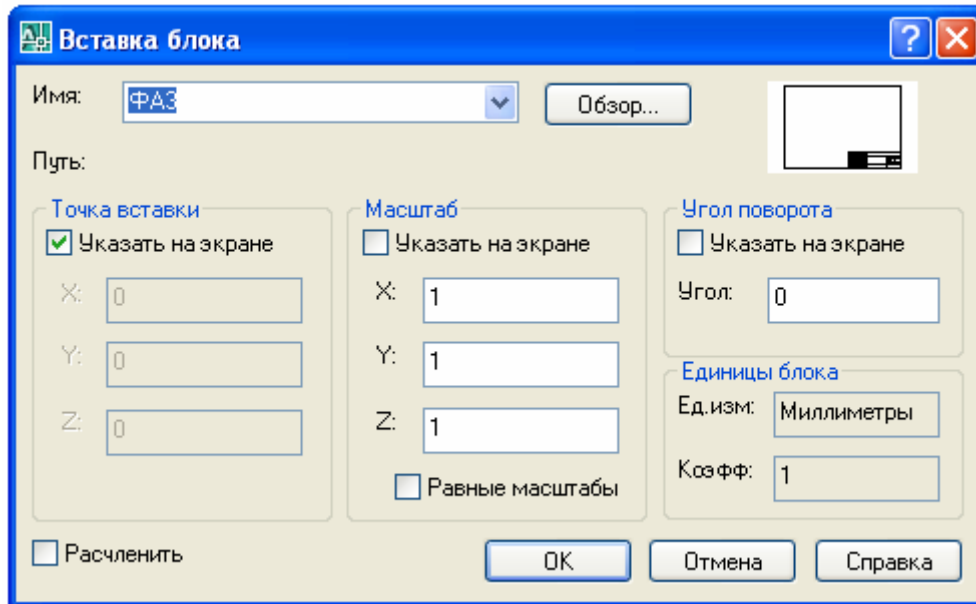

Рис. 2.5. Діалогове вікно **Вставка блока**
1. У спадному меню **Вставка** → **Блок...**, або відповідну піктограму на панелі **Рисование** викликати діалогове вікно **Вставка блока** (рис. 2.5).